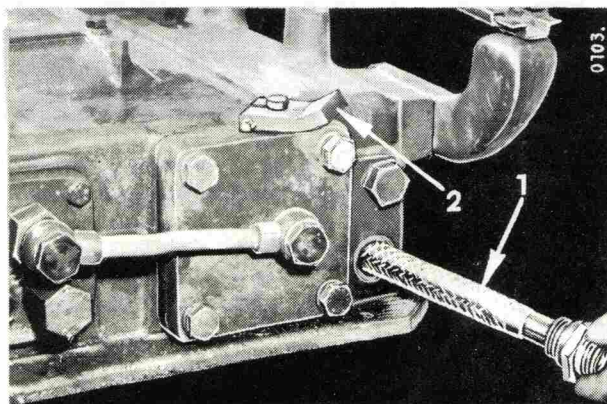

Fig. 71
Il est recommandé de nettoyer le filtre d'aspiration (1, Fig. 71) les 20 et 200 premières heures de fonctionnement, après toutes les 800 heures par la suite.
- Dévisser le filtre d'aspiration (1, Fig. 71) et le nettoyer dans du combustible Diesel avec un pinceau doux. Souffler à l'air comprimé de l'intérieur vers l'extérieur pour le sécher. Après nettoyage, remettre le filtre en place et revisser le bouchon de vidange. Bien resserrer tous les raccords.